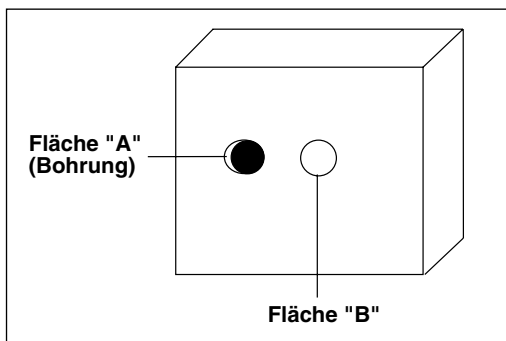

Abbildung B-2. Bestimmung des Emissionsfaktors mittels einer Bohrung
3. Stellen Sie einen Emissionsfaktor von 0,97 ein und messen Sie die Temperatur der Bohrung (Fläche "A" in Abbildung B-2). Achten Sie darauf, daß die gemessene Fläche das Sichtfeld des Sensors vollständig ausfüllt und notieren Sie den Meßwert.
4. Richten Sie den IN300 auf einen anderen Bereich des Objekts (Fläche "B" in Abbildung B-2) in unmittelbarer Nähe der Bohrung aus. Achten Sie darauf, daß die gemessene Fläche das Sichtfeld des Sensors vollständig ausfüllt.